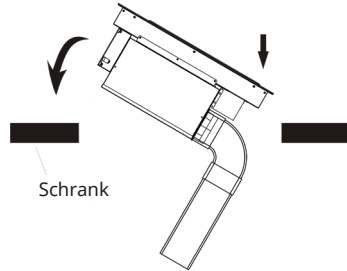

Abbildung 6
7. Senken Sie das Kochfeld anschließend in einem geeigneten Winkel in den Schrank ab (siehe Abbildung 6).